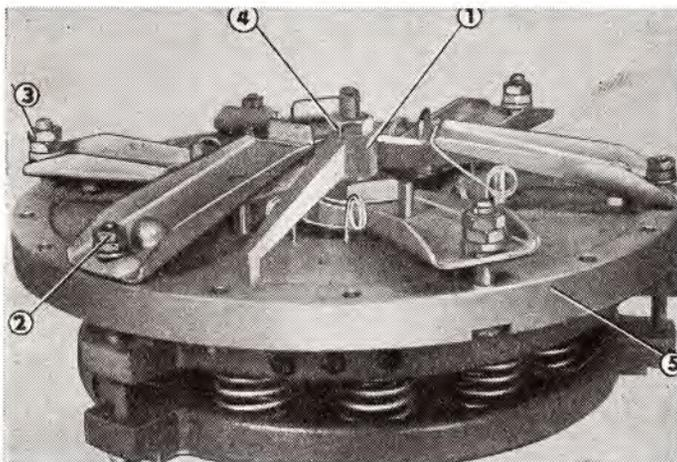

Abb. 36
1. Die Lage der Kupplungsabdeckung ist mittels einer Montagevorrichtung (Dreifuss) zu sichern (Abb. 36/1).
2. Sechs Muttern M 10 (Abb. 36/2) der Fahrtausrückhebel sind abzuschrauben und die Schrauben herauszunehmen.
3. Sechs Muttern M 10 (Abb. 36/3) sind von den Schrauben der Fahrtausrückhebel des Hilfsantriebes auszuschrauben und die Schrauben sind herauszunehmen.
4. Die Muttern (Abb. 36/4) sind vom Bolzen des Dreifusses abzuschrauben und dieser ist abziehen. Dadurch wird die Kupplungsabdeckung gelockert (Abb. 36/5). Nach Abnahme der Abdeckung kann die Kupplung demontiert werden.